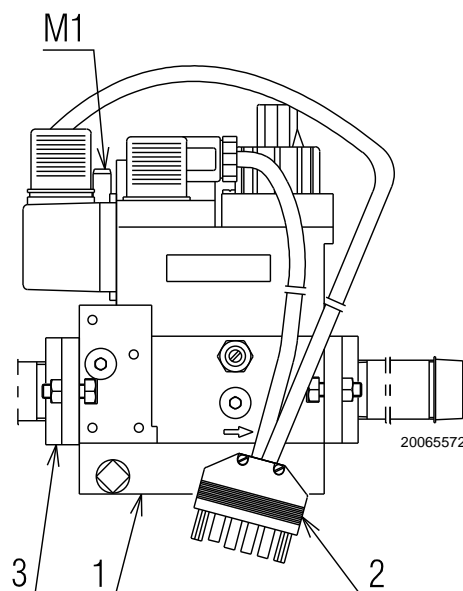

Fig. 15
La rampa gas 1)(Fig. 15) è predisposta per essere installata sia a destra che a sinistra del bruciatore.
- svitare le viti della spina 6 poli 2)(Fig. 15) della rampa gas;